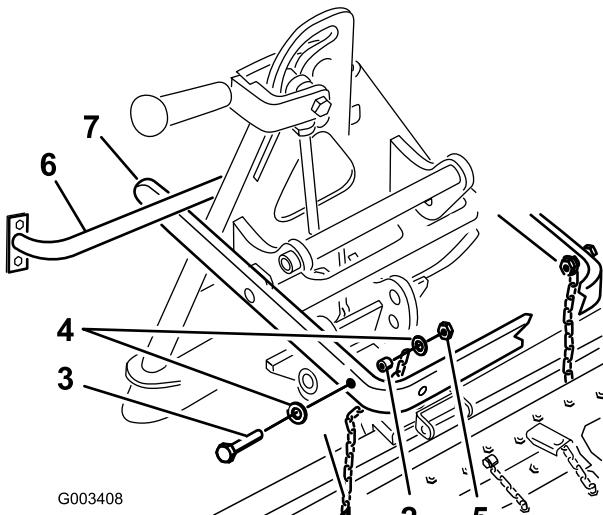

図 6
重要 昇降アーム・アセンブリの長いアームが、トラクションユニットの後フレーム・アセンブリの下に来るのが正しい位置です（図 6）。
5. ボルト（ $3/8 \times (2-1/2 \text{ in})$ ）、ワッシャ2枚（ $3/8 \times (7/8 \text{ in})$ ）、スペーサ、ロックナット（ $3/8$ インチ）を使って、各チェーンの先端のリンクを昇降アームの内側に取り付ける（図 6）。